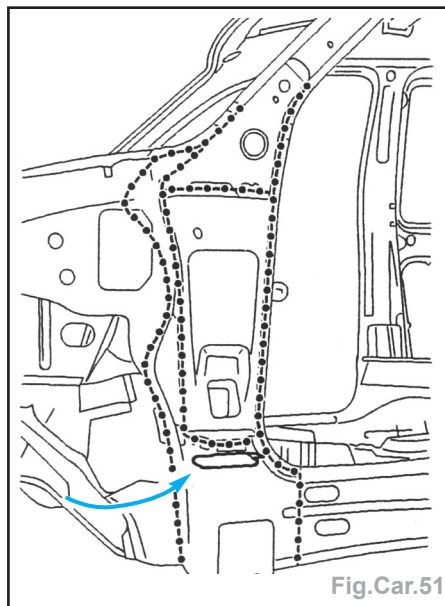

Fig.Car.51
- Préparer les bords d'accostage et les protéger par un apprêt soudable (C7) (Fig. Car.51).